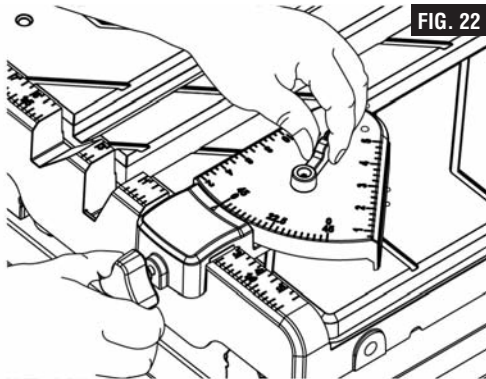

FIG. 22
2. Ajuste la guía universal de manera que el ángulo deseado (0°, 22,5° ó 45°) se alinee con la flecha indicadora (Fig. 22). Apriete la palanca para fijar la guía universal en el ángulo deseado.